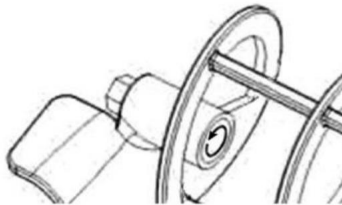

Fig. 13
Byt ut packningen (A) en gång minst ett år Använd det medföljande fett, smörj tätningen A) se Fig.13